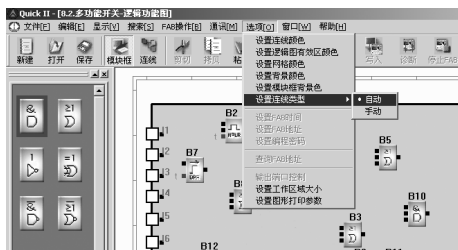

图 4.10 选择连线方式
1、用鼠标左键单击“选项”菜单下的“设置连线类型”选项，然后再单击子选项中的“自动”或“手动”，如图 4.10 所示，其默认的连线方式为自动连线方式。